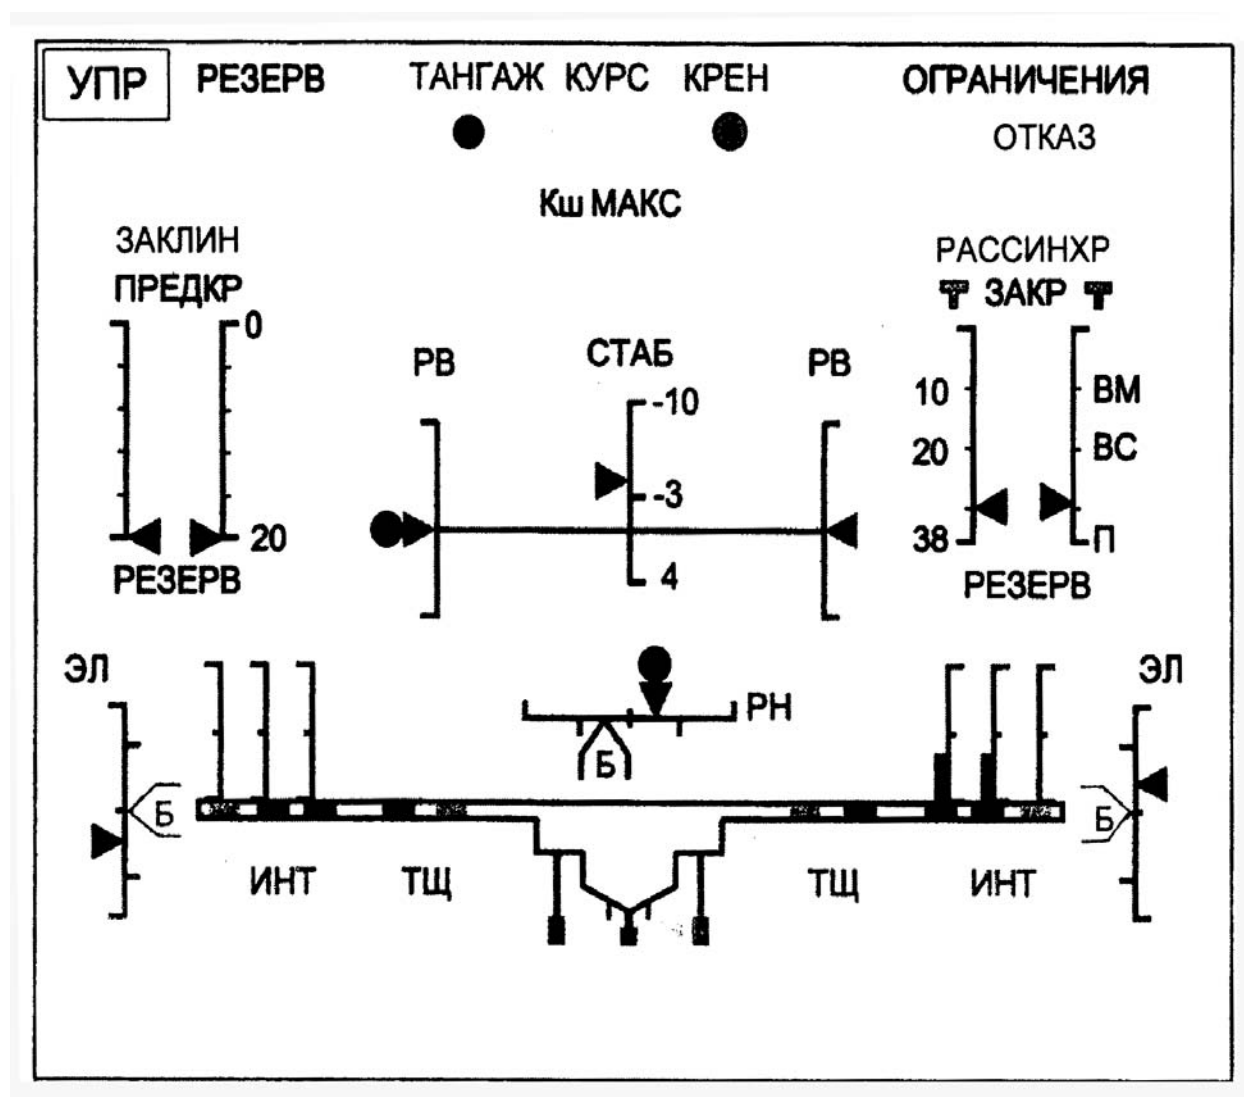

Рис. 14 Резервный режим работы ЭДСУ. Посадка на сушу с примерами отдельных контролируемых отказов
- *Рис. 14* — посадка на сушу с примерами отдельных контролируемых отказов (резервный режим работы ЭДСУ);